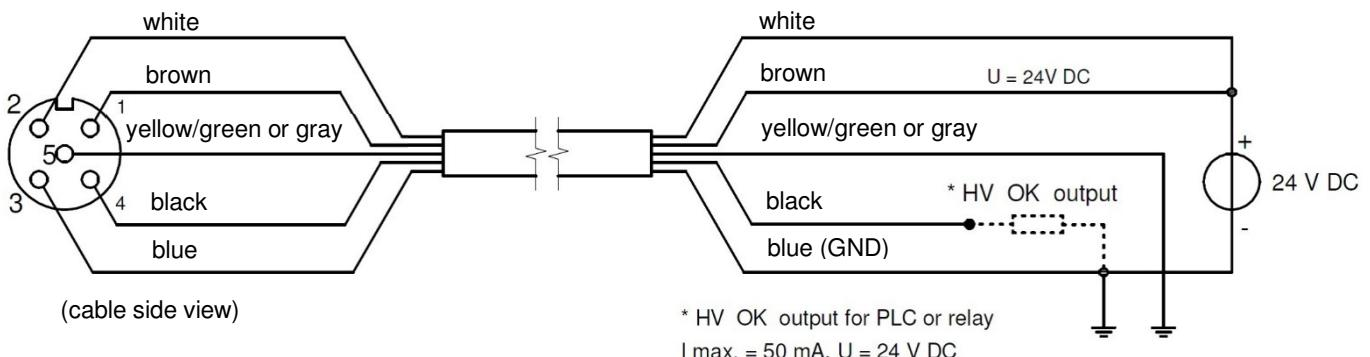

Abbildung 5: Belegung Stromkabel Cleanflex Easy
- Verdrahten Sie das Kabel gemäß Abbildung 5 und Tabelle 1.